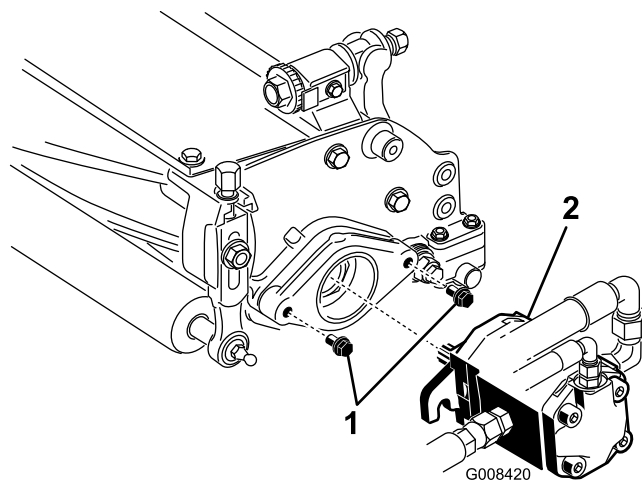

Bild 11
7. Lassen Sie ungefähr 13 mm Gewinde an jedem Befestigungsbolzen des Spindelmotors sichtbar (Bild 11).
8. Fetten Sie die Keilwelle des Motors mit frischem Fett ein und bringen den Motor durch Drehen nach rechts an, so dass die Motorflansche von den Bolzen entfernt sind. Drehen Sie den Motor nach links, bis die Flansche die Bolzen umhüllen (Bild 11).
9. Ziehen Sie die Befestigungsschrauben fest (Bild 11).